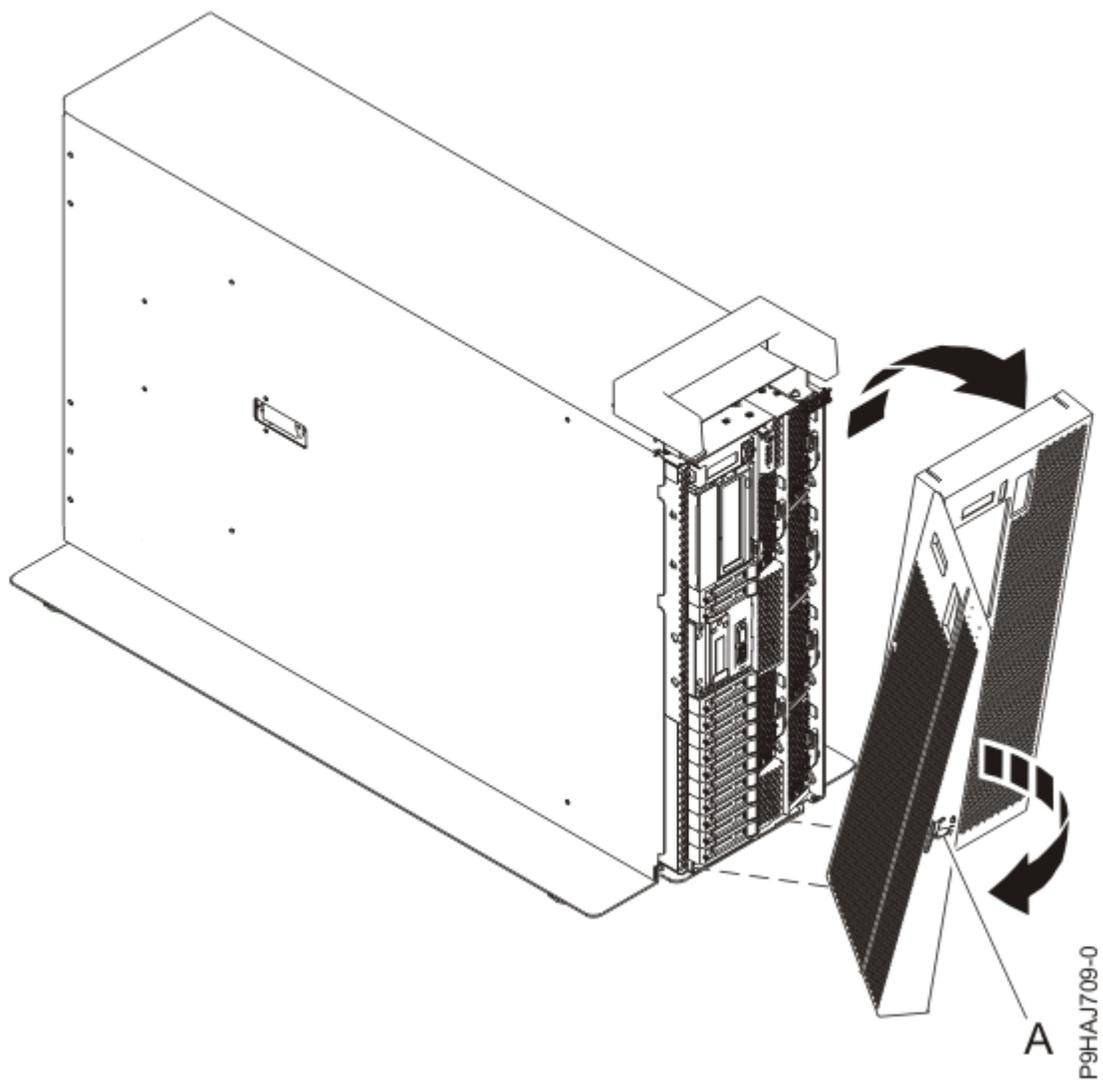

Figura 101. Extracción de la cubierta frontal
- d) Extraiga la cubierta del sistema tal como se muestra en la Figura 101 en la página 108. La cubierta tiene una hendidura que le permite sujetarla más fácilmente.